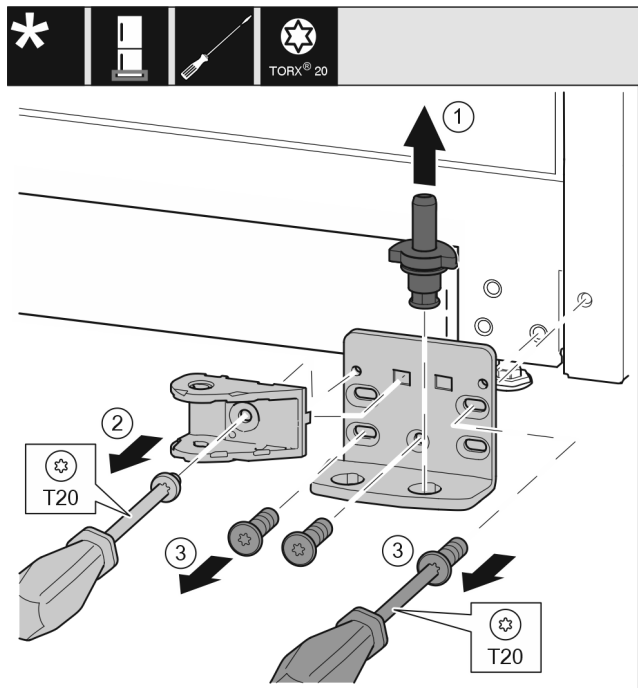

Fig. 22
- ▶ Izvucite svornjak ležaja Fig. 22 (1) potpuno prema gore.
- ▶ Odvijačem odvrnite vijke Fig. 22 (2) i skinite spojni element prigušivača zatvaranja.
- ▶ Odvijačem odvrnite vijke Fig. 22 (3) i skinite podložak ležaja.